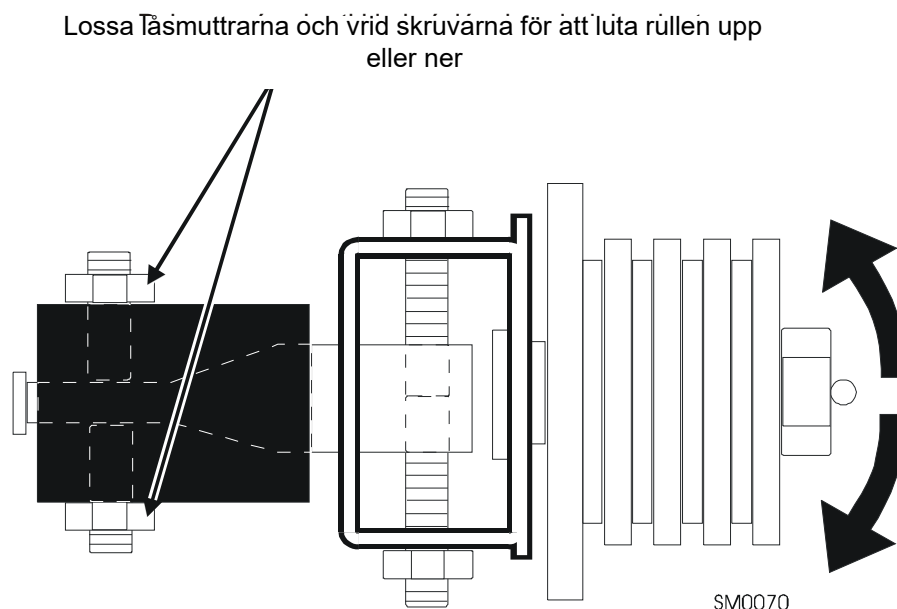

FIG. 6-12
6. De två måtten ska vara desamma. Om inte, lossar du justerskruvarna på ena sidan av guide-enheten och justerar bladguiden i det vertikala planet med skruvarna (se bild 6-12).